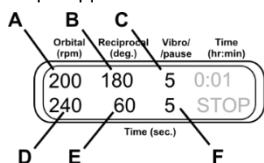
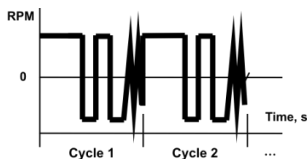

Рисунок 7.
Рисунок 8.
6.9.2 **Орбитальное + возвратно-поступательное + вибрирующее движение.** Установите скорость (рис. 7/A, 20–250 об/мин) и время (рис. 7/D, 1–250 с) орбитального движения. Установите амплитуду (рис. 7/B, 0–360°) и время (рис. 7/E, 1–250 с) возвратно-поступательного движения. Скорость движения совпадает с орбитальной (рис. 8). Установите амплитуду (рис. 7/C, 0–5°) и время (рис. 7/F, 1–5 с) для вибрирующего движения.